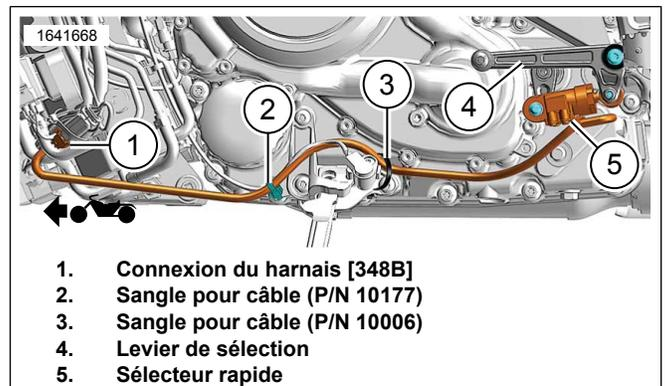

Figure 7. Sélecteur rapide
- b. Voir la Figure 7. Connecter lâchement le faisceau du sélecteur rapide et le faisceau de béquille avec la sangle de câble (3).
- c. Connecter lâchement le faisceau du sélecteur rapide et le support de châssis de béquille avec la sangle de câble (2).
- a. Voir la Figure 7. Connecter sans serrer le faisceau du sélecteur rapide et le support de béquille avec la sangle de câble (3).
- b. Connecter lâchement le faisceau du sélecteur rapide et le support de châssis de béquille avec la sangle de câble (2).